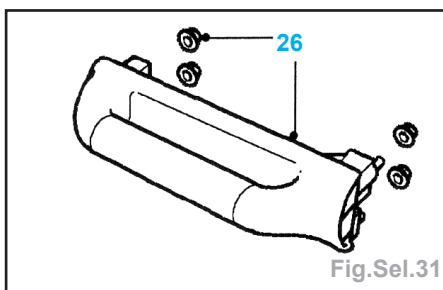

Fig.Sel.31
• Les 4 vis (26) du support central et déposer le support (Fig.Sel.31).